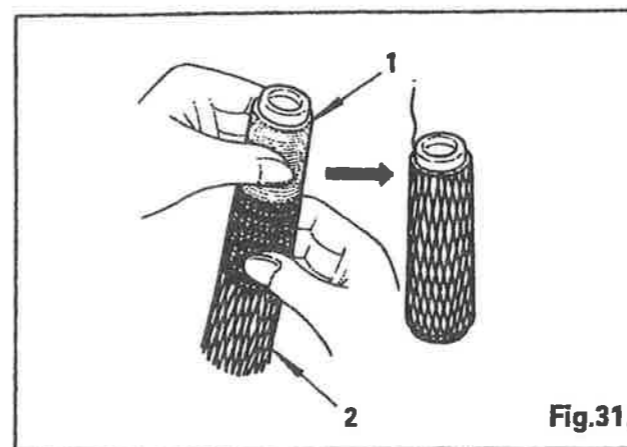

Fig. 31.
Beim Verwenden von synthetischen Garnen, die sich leicht von der Rolle (1) abwickeln, schieben Sie das mit der Maschine mitgelieferte Garnrollennetz (2) von unten über das Garn; dabei lassen Sie das Fadenend frei am oberen Ende des Garnrollennetzes überhängen, wie in Fig. 31 dargestellt.
When using synthetic threads that easily spill off the cone (1), slip the anti-spill sleeve (2) furnished with the machine over the thread from the bottom of cone (1) leaving the thread end to hang free at the top of anti-spill sleeve (2) as shown in Fig. 31.
Quando se usen hilos sintéticos que se resbalan muy fácilmente del cono (1), ponga la malla anti-nudos (2) provista con la máquina encima del hilo colocándolo desde abajo del cono (1) dejando la punta del hilo fuera en la parte superior de la malla antinudos (2) como se muestra en la Fig. 31.
Quando si usano fili sintetici che possono facilmente scivolare via dal cono (1) infilate la guaina in dotazione inserendola dal basso della bobina conica (1) lasciando che l'estremità del filo penda libera dal bordo della guaina (2) come in Fig. 31.
Quando utilizar linhas sintéticas que saiem facilmente do cone (1), deslize a manga anti-derrame (2), que acompanha a máquina, sobre a linha que está na parte de baixo do cone (1) deixando a extremidade da linha pendurada livremente na parte superior da manga anti-derrame, como a Fig. 31 mostra.